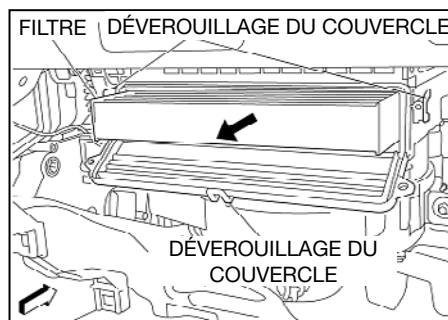

Fig. 23
3. Libérez le couvercle du filtre à air d'habitacle (voir Fig. 23).